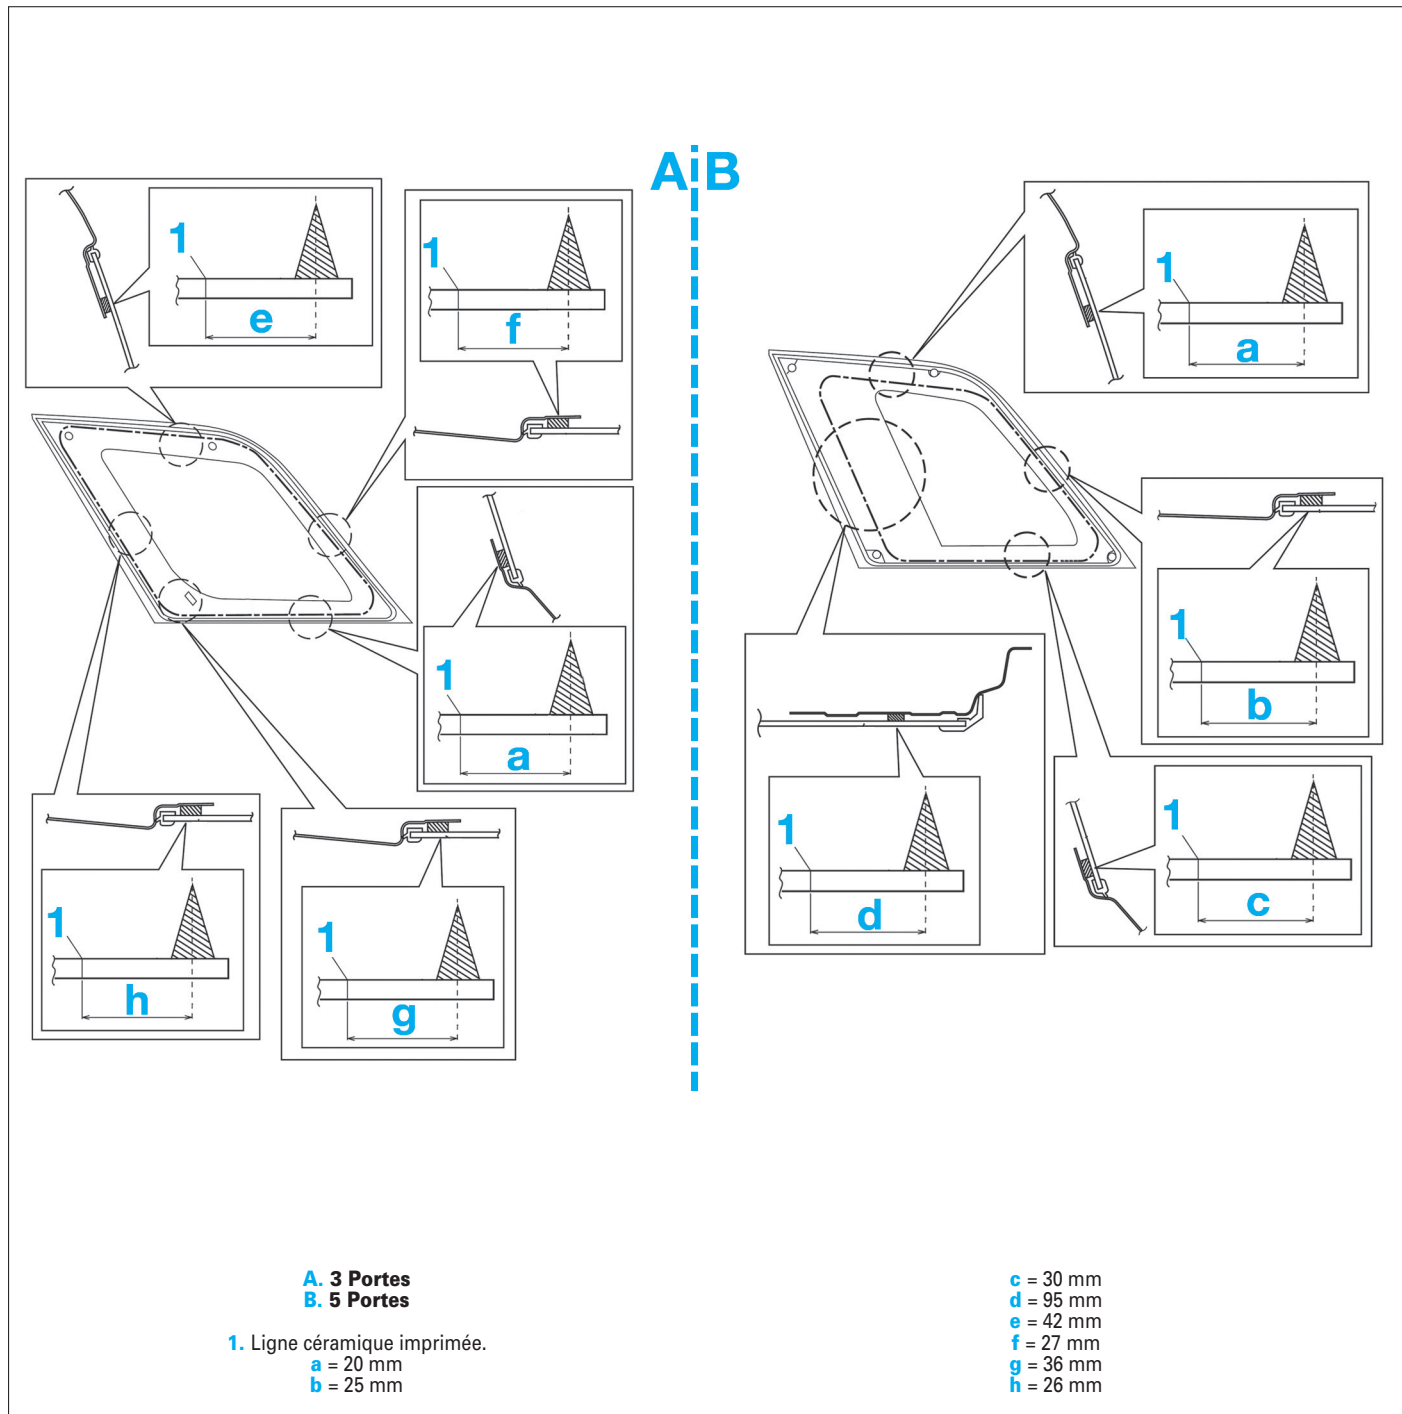

FIG. 5
- Appliquer de la colle uniformément sur l'ensemble du custode. (Fig.5).